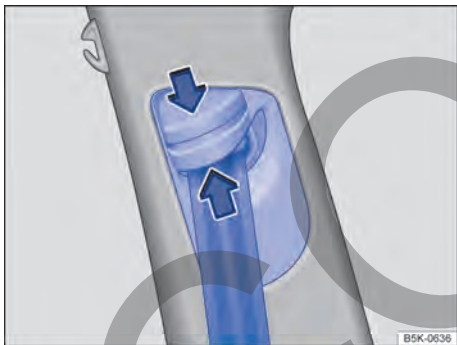

Fig. 40 Junto a los asientos delanteros: regulador de la altura del cinturón.
- Comprima el dispositivo de reenvío en el sentido de las flechas y manténgalo en esta posición → **fig. 40**.